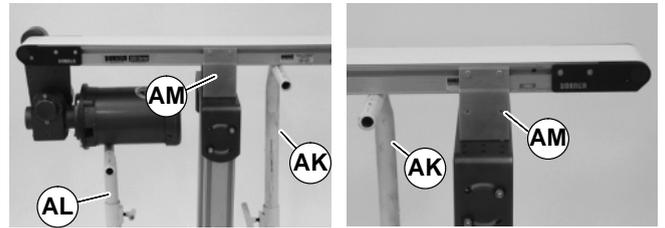
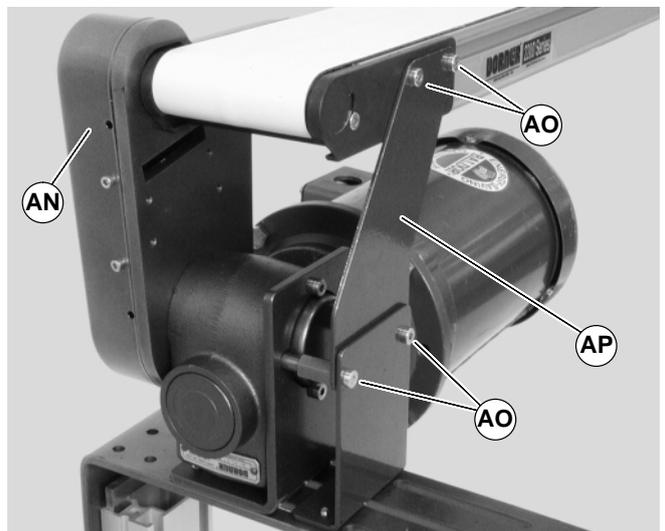

Abbildung 19
Abbildung 20
1. Tragstützen vorübergehend (AK siehe Abbildung 19) an beiden Enden des Förderbandes platzieren. Eine weitere Tragstütze unter dem Antriebsmotor (AL), falls damit ausgerüstet, platzieren. Siehe **WARNHINWEIS**.
2. Die Installationsträger (AM siehe Abbildung 19) von einer Seite des Förderbandes entfernen. (Die Schritte in umgekehrter Reihenfolge wiederholen 3 u. 4, siehe Abschnitt „Installationsträger“ auf Seite 6.) Falls mit Montagesatz für schwere Lasten ausgestattet, die Installationsträger von der Seite gegenüber der Antriebsabdeckung (AN siehe Abbildung 20) entfernen.
4. Stützrollen und Führungen samt Zubehör, falls damit ausgestattet, von der Seite gegenüber der Antriebsabdeckung entfernen (AN siehe Abbildung 20).
5. Falls mit Montagesatz für schwere Lasten ausgestattet, die Antriebsstützträger (AP siehe Abbildung 20) entfernen. Die Trägerschrauben, (AO) dann die Träger entfernen (AP).
1. Sicherstellen, daß Tragstützen vorübergehend (AK siehe Abbildung 19) an beiden Enden des Förderbandes platziert werden. Eine weitere Tragstütze unter dem Antriebsmotor (AL), falls damit ausgestattet, platzieren. Siehe **WARNHINWEIS**.
5. Falls mit Montagesatz für schwere Lasten ausgestattet, die Antriebsstützträger installieren (AP siehe Abbildung 20).